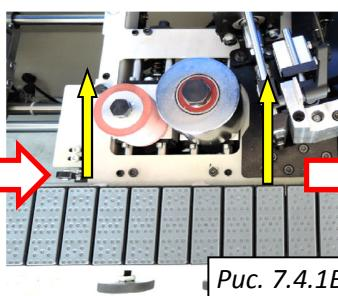

Рис. 7.4.1B
2. Вставьте кусок ленты (которую вы собираетесь использовать для облицовки) в свободное пространство.(Рис. 7.4.1B)